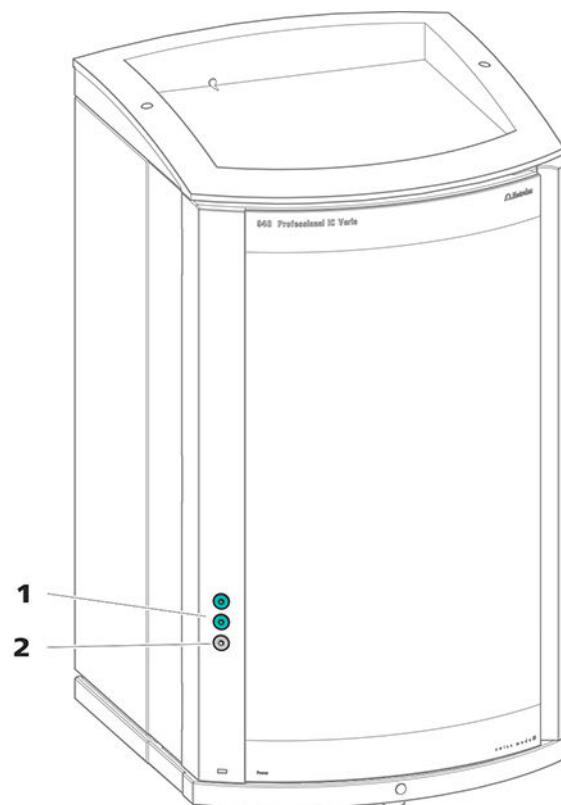

Figura 3 Orificios de paso en la puerta
- orificios en la puerta (véase figura 3, página 13)